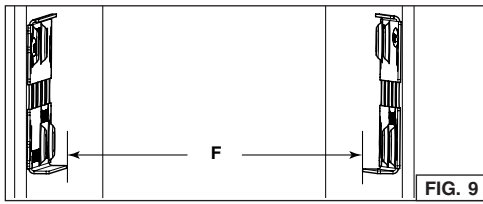

FIG. 9
- Placer le support au même niveau que le bas du panneau droit de l'armoire, en centrant la marque de l'emplacement des crochets (E) entre les trous en relief inférieurs. Pour la configuration du rebord étroit, tracer une ligne sur le dessus du support. Pour la configuration du rebord large, tracer une ligne à la base des fentes centrales.
7. Mesurer la distance entre les rebords du bas des deux supports (F) (FIG. 9). Le tableau ci-dessous indique les distances appropriées nécessaires :